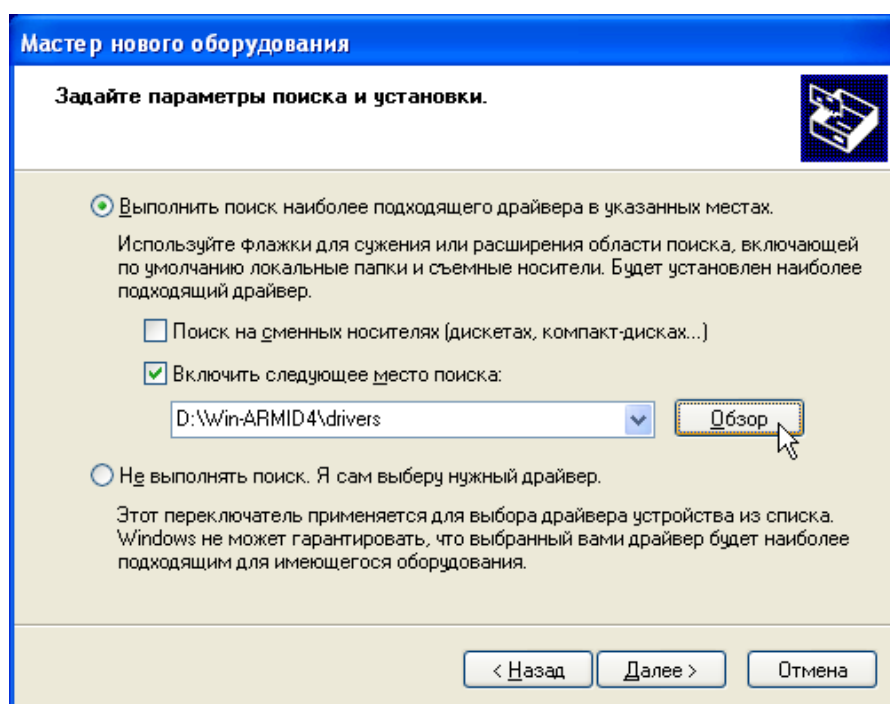

Рис.3. Окно "Поиск файлов драйвера".
2.5. Нажать кнопку "Далее", появится окно поиска файлов драйвера (рис.3). Установить флажки в полях поиска, как показано на рис.3, нажать кнопку «Обзор» и найти место расположения inf-файла драйвера, который расположен в подкаталоге \drivers\, находящемся в каталоге, где был установлен модуль работы с прибором ЛИДЕР-КТМ-250.